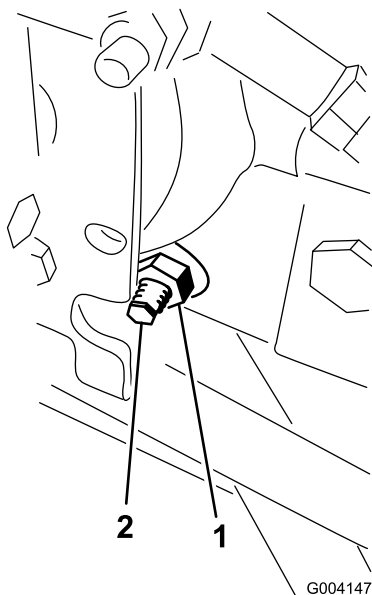

Figura 47
3. Dal lato destro dell'idrostatato, allentate il dado di bloccaggio sulla camma di regolazione della trazione (Figura 47).